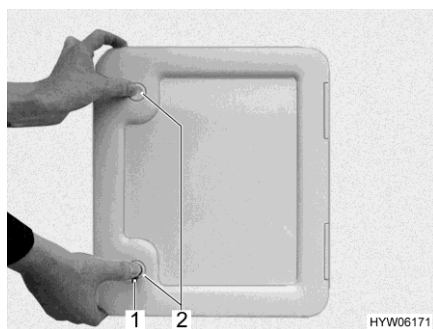

Fig. 163 Portillon (réservoir pour matières fécales)
- Ouvrir le portillon pour le réservoir pour matières fécales à l'extérieur du véhicule. Insérer pour cela la clé dans le barillet du verrou de pression (Fig. 163,1) et la tourner d'un quart de tour dans le sens des aiguilles d'une montre.
- Appuyer du pouce et simultanément sur les deux verrous de pression (Fig. 163,2) et ouvrir le portillon pour le réservoir pour matières fécales.